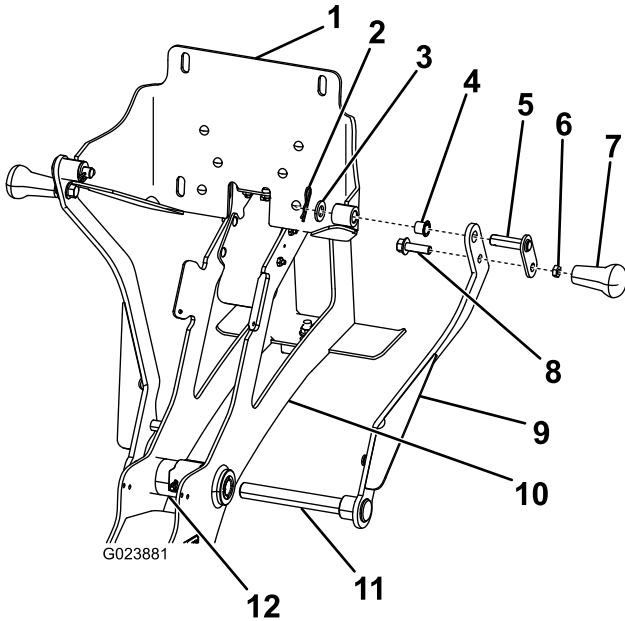

Figura 5
10. Insira o eixo do braço da cavidade direita através do veio da dobradiça (Figura 5).
15. Prenda o manípulo à parte de trás da placa utilizando uma anilha de cabeça plana e gancho como se mostra em Figura 5.